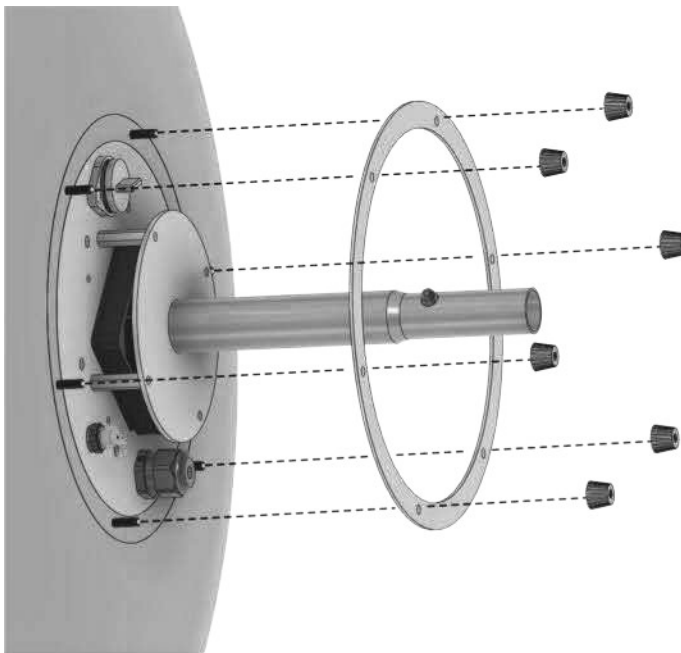

Abb. 5
2. Entfernen sie die 6 Kegelmutter und den Aluminiumring an der Unterseite der Bodenplatte (Abb. 5).